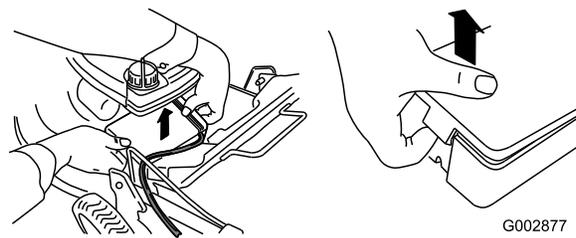

Bild 46
1. Lösen Sie die beiden Clips an der Batteriefachabdeckung und nehmen Sie sie ab (Bild 46).